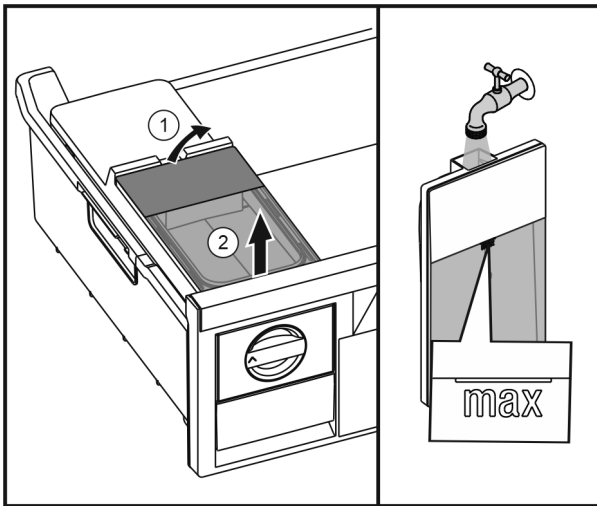

Fig. 32
- ▶ Waterreservoir van achter optillen Fig. 32 (1) en omhoog verwijderen Fig. 32 (2).